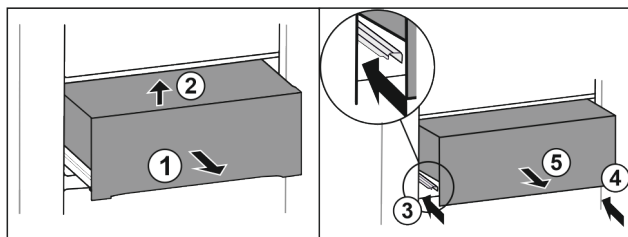

Fig. 31
- ▶ Вытяните выдвижной ящик наполовину Fig. 31 (1).
- ▶ Приподнимите спереди Fig. 31 (2).
- ▶ Вставьте левую направляющую Fig. 31 (3).
- ▶ Вставьте правую направляющую Fig. 31 (4).
- ▶ Извлеките выдвижной ящик движением вперед Fig. 31 (5).